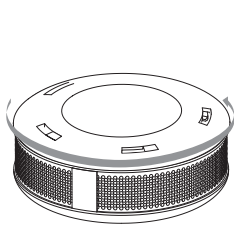

Fig. 1
1. Drehen Sie die Abdeckung gegen den Uhrzeigersinn (Fig. 1).